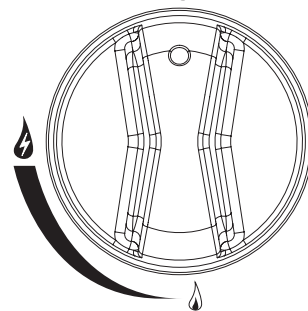

Figura 3
2. Asegúrese de que las perillas de control están en la posición (apagado). Vea la Figura 3.